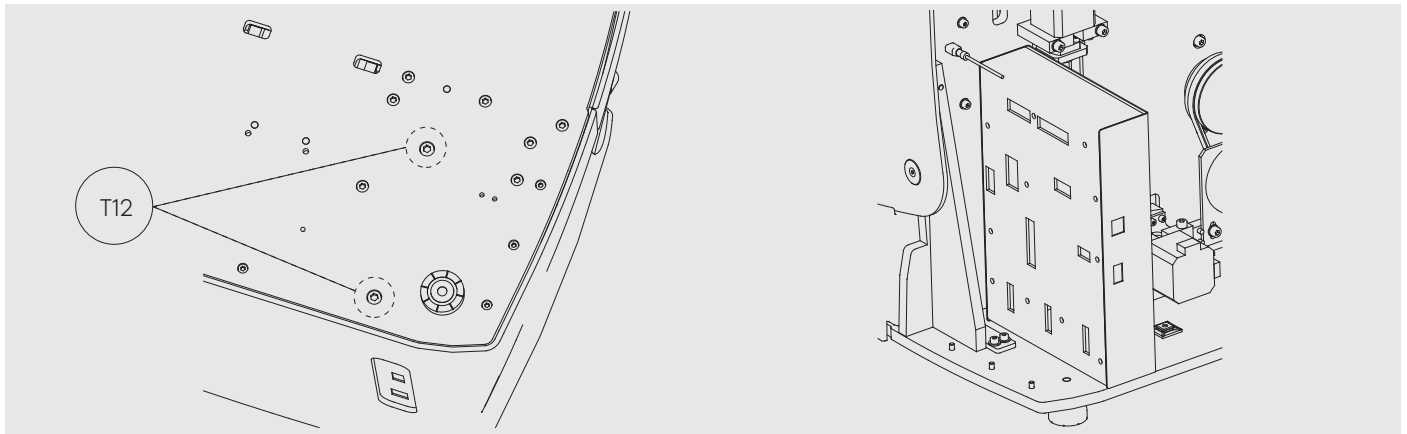

Fig.29
- 4) Soltar los dos tornillos (T12) con una llave allen de 5. (Fig.29)
- 4) Remove the two screws (T12) using a 5 mm Allen key. (Fig. 29)